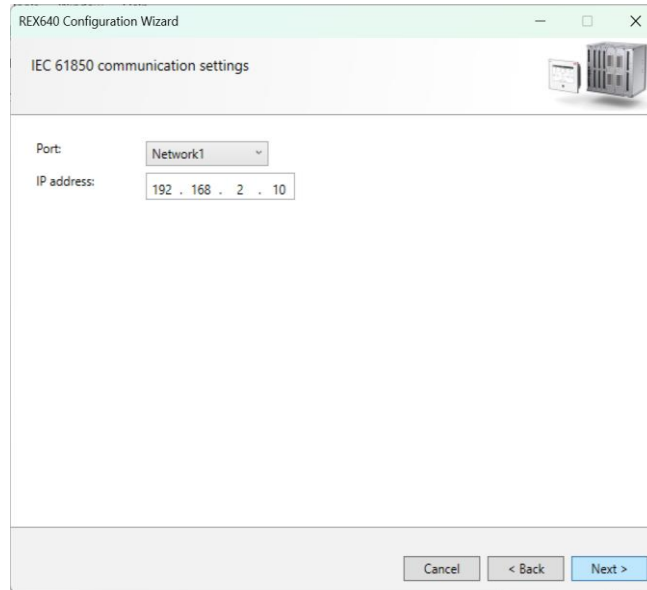

Imagen 25_ Configuración de IP en para REX640.
1.10 Aquí realizaremos la conexión con el relevador mediante el Network, en este caso dicho dato lo podremos ver directo del relevador como se muestra a continuación en la **Imagen 25**: